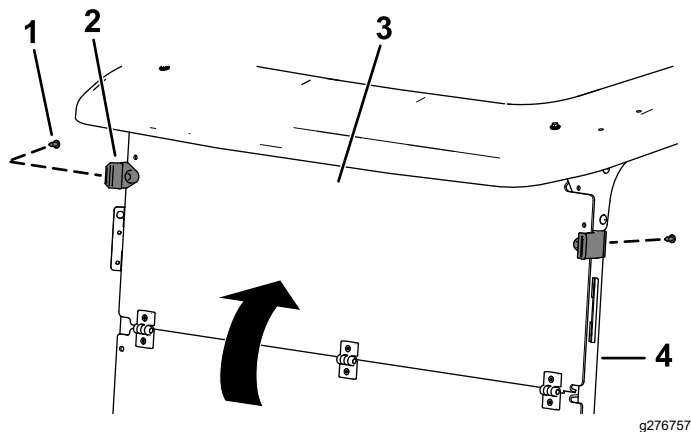

Figura 7
2. Dispiegare il parabrezza e fissate la sua parte superiore ai tubi di supporto del tettuccio utilizzando i 2 morsetti di gomma e i 2 rivetti corti di plastica nei fori inferiori (Figura 7).